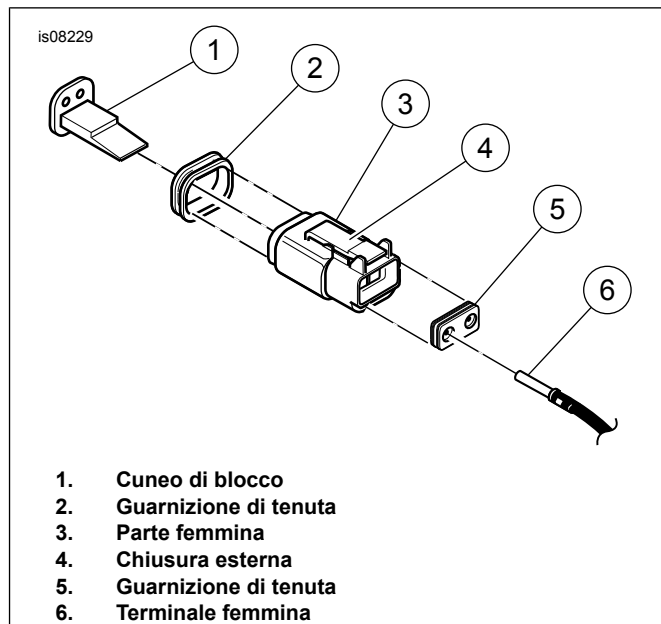

Figura 2. Connettore elettrico dell'indicatore di direzione posteriore
Vedere Figura 2. I modelli degli anni 1994-1995 hanno un connettore Deutsch posto sotto la sella.
2. Vedere Figura 2. **Sui modelli degli anni 1994-1995**, disporre i fili degli indicatori di direzione posteriori verso i due connettori situati sotto la sella. Separare le due metà femmina dei connettori degli indicatori di direzione posteriori, premendo le chiusure esterne di ciascun connettore e ruotando alternativamente la metà femmina del connettore avanti e indietro finché non si stacca. Lasciare le metà maschio dei connettori fissate al telaio. Rimuovere il cuneo di blocco secondario arancione di ciascun connettore inserendo la lama di un piccolo cacciavite nella scanalatura del cuneo di blocco. Girare il cacciavite di 90 gradi per sbloccare il cuneo. Tirare delicatamente i fili da ciascun connettore, mentre si staccano le piccole linguette di blocco nella parte interna del connettore, utilizzando un piccolo cacciavite a lama piatta.